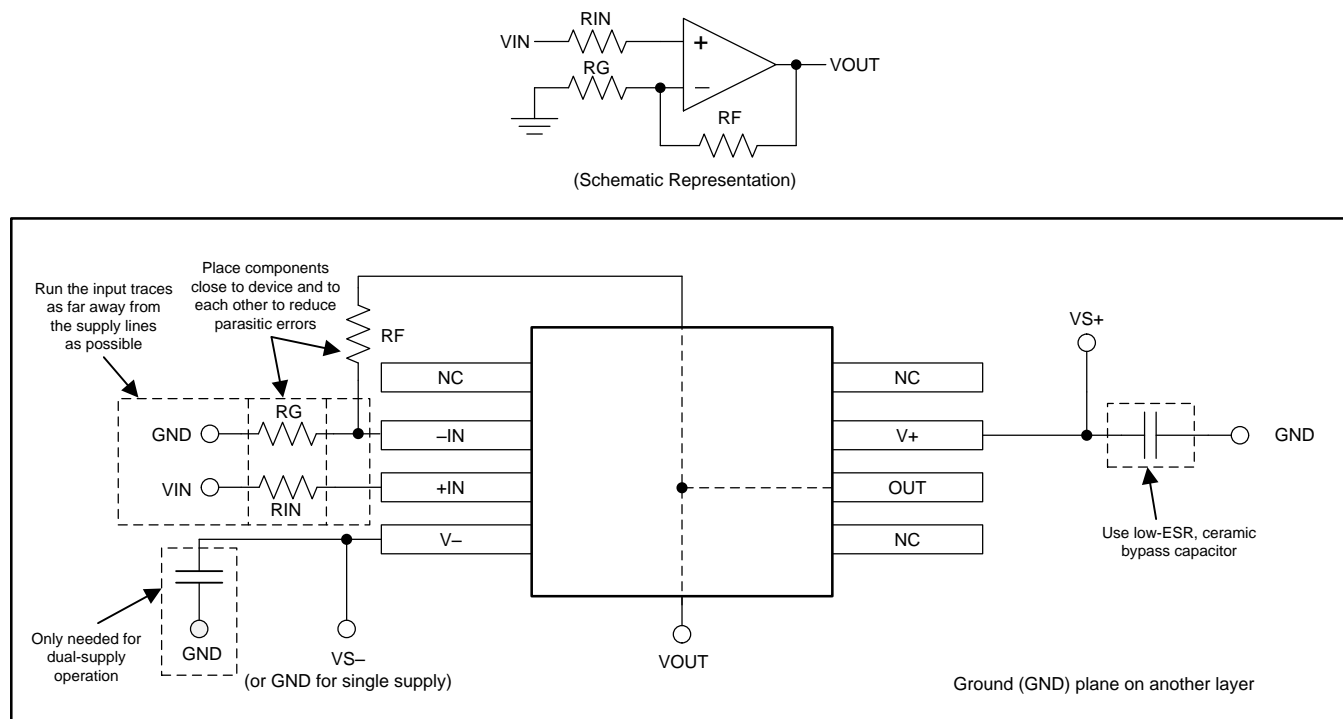

图 36. 同相配置运算放大器电路板布局
- 外部元件尽可能靠近器件放置。如图 36 所示，使 **RF 和 RG 靠近反相输入可最大限度减小寄生电容**。